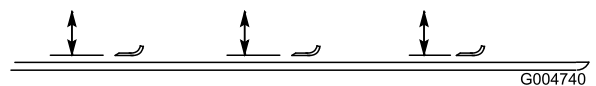

Figura 89
2. Gire la cuchilla hasta que los extremos estén orientados hacia adelante y hacia atrás, y mida desde el interior de la carcasa de corte al filo de corte en la parte delantera de la cuchilla (Figura 89).